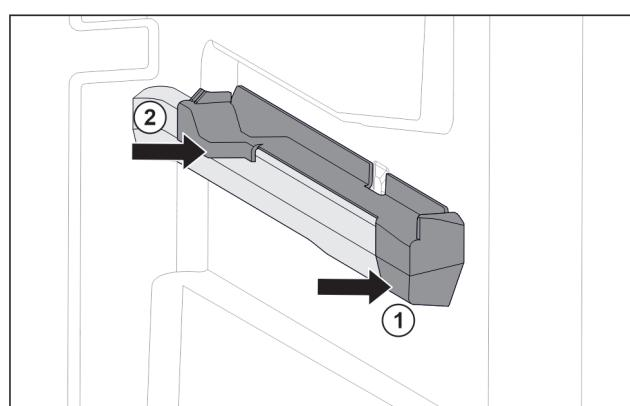

Fig. 75 Piesă de fixare pe nervura din dreapta a recipientului
- Așezați piesa de fixare în față pe nervura recipientului. Fig. 75 (1)
- Apăsați piesa de fixare spre spate. Fig. 75 (2)